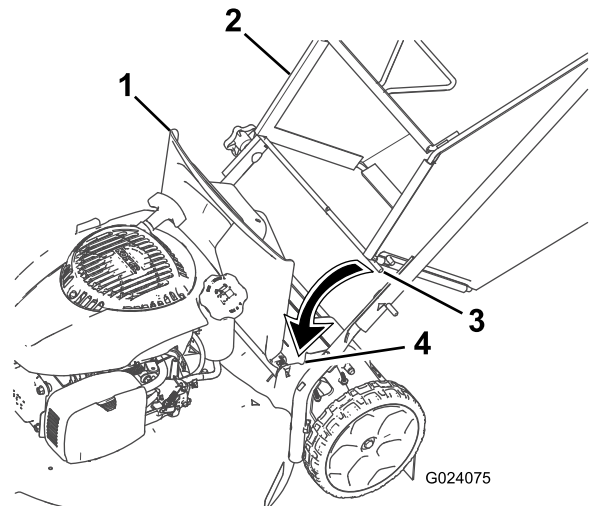

Figure 17
1. Soulevez le déflecteur arrière (Figure 17).
2. Insérez les extrémités de la tige du bac à herbe dans les crans des supports du guidon (Figure 17).